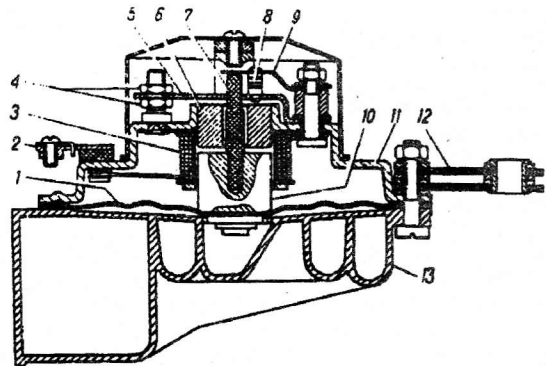

Рис. 278. Звуковой сигнал:
3. Включить регулируемый сигнал и прослушать его работу. Если звук сигнала слабый, то необходимо произвести регулировку. Для регулировки следует перемещать пластину вверх или вниз по стойке с помощью гаек 4 (рис. 278). Окончив регулировку, следует надежно затянуть гайку.